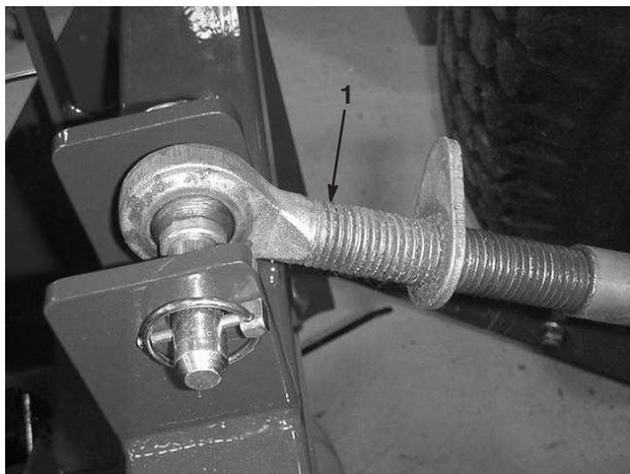

Bild 3
- Stecken Sie das obere Gestänge in die Löcher in der Gebläsehalterung und befestigen Sie diese mit einem Lastösenbolzen und Klappstecker (Bild 3).